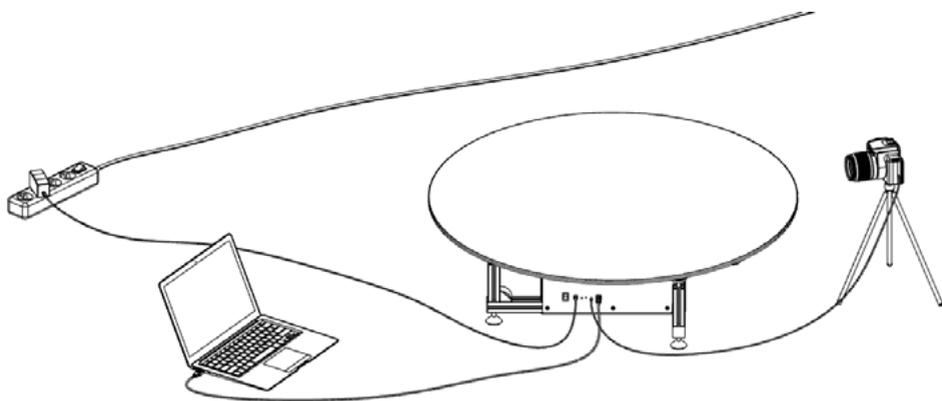
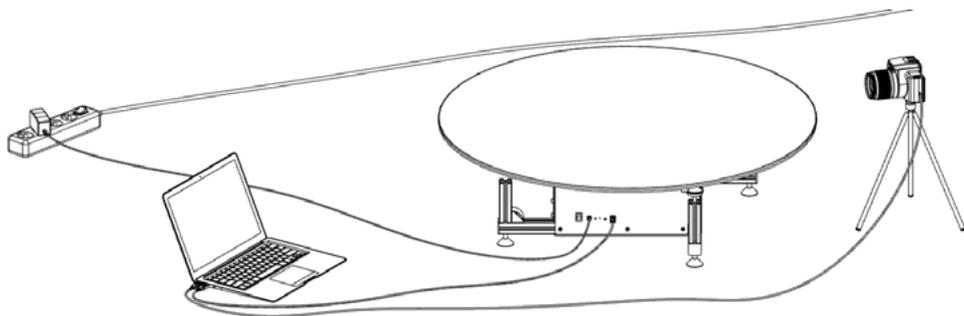

Рисунок 7
Рисунок 8
2. Подключить фотоаппарат с помощью кабеля дистанционного спуска затвора (рис. 7) либо кабеля USB (рис. 8).